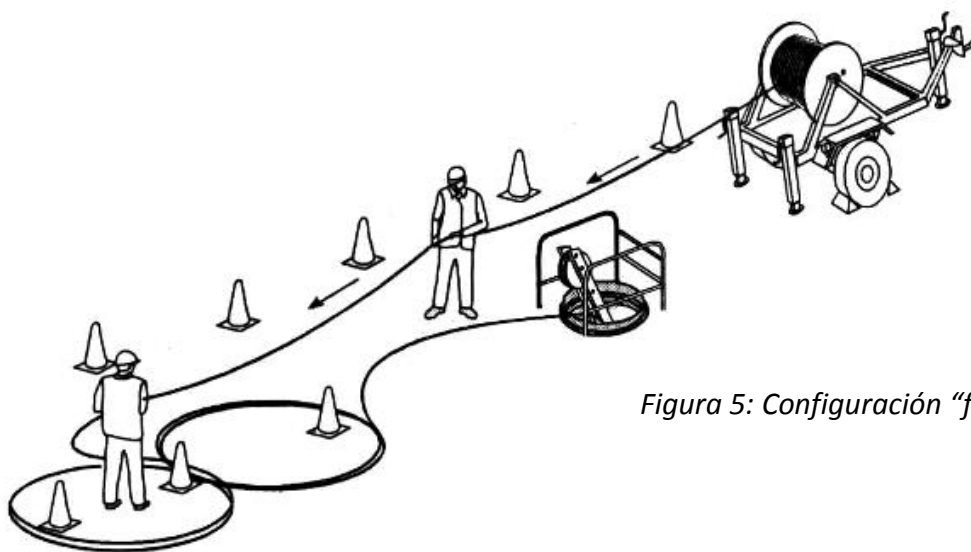
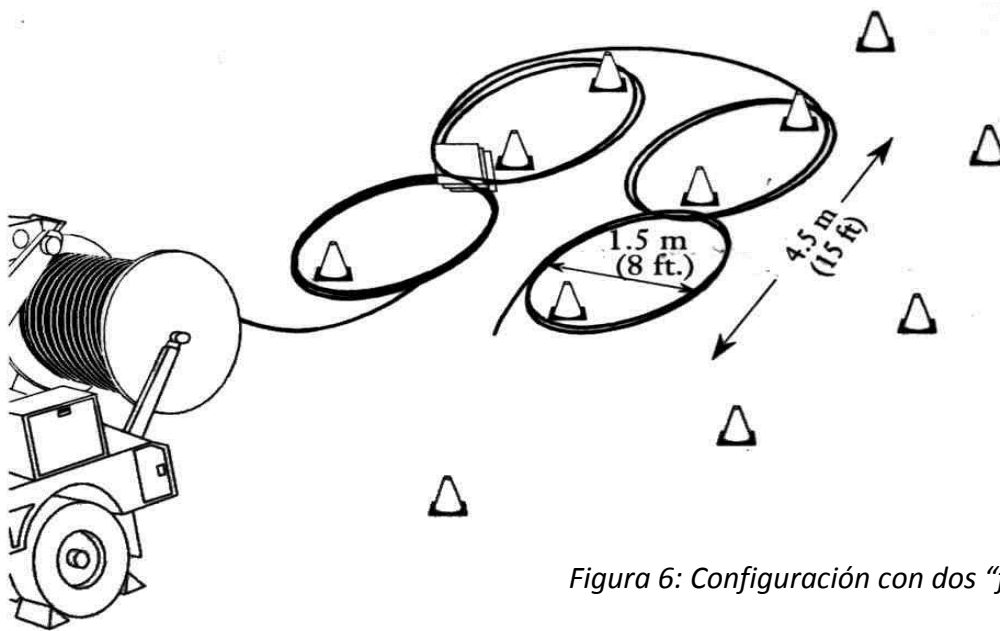
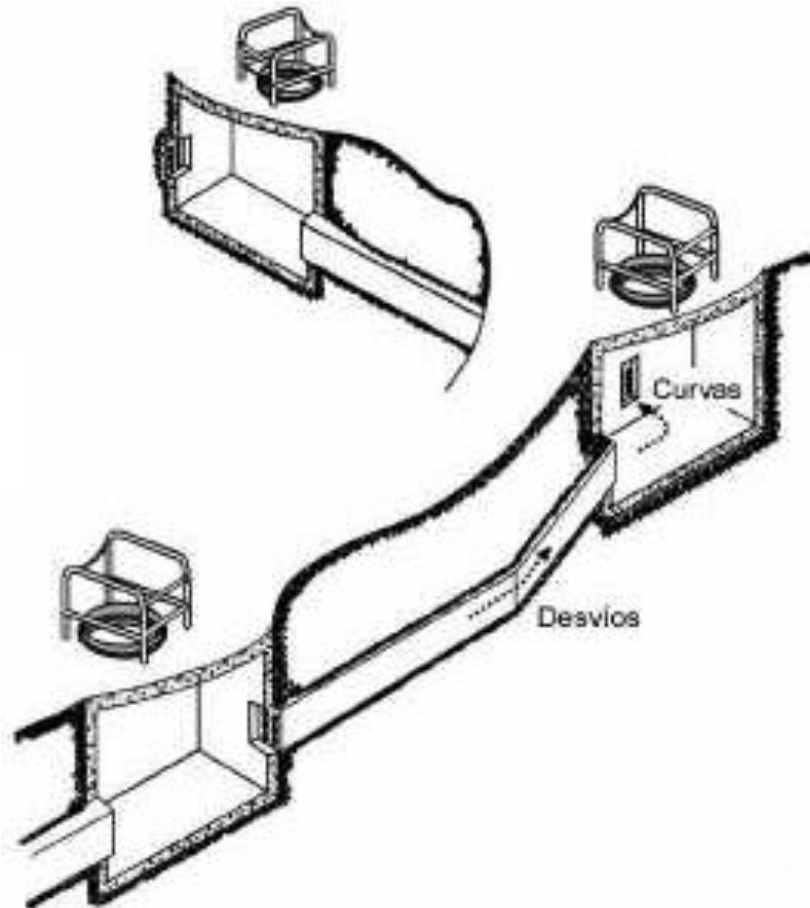
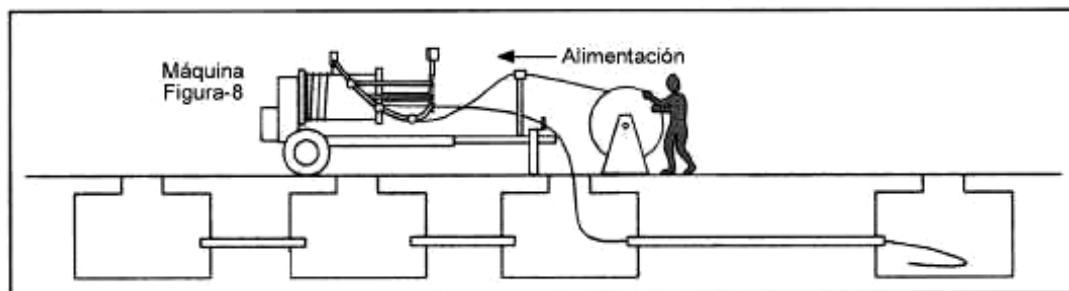

Figura 5: Configuración “figura-8”
Figura 6: Configuración con dos "figuras-8"
Figura 8: Curvas y desvíos
Figura 22: Utilizando una Máquina Figura-8
- Si se debe desenrollar el cable durante la instalación, utilice la configuración “Figura-8” para evitar que el cable se enrosque o tuerza al ser desenrollado (Figura 5).
- El cable de F.O. no se debe enrollar en una dirección continua a excepción de longitudes de 30 m (100 pies) o menos. El tamaño recomendado para hacer la “figura-8” es de 4,5 m (15 pies) en longitud, con cada “loop” de 1,5 m (5 pies) a 2,4 m (8 pies) de diámetro. Los conos de señalización espaciados entre 2 a 2,5 m son útiles como guías durante la realización de la “figura-8”.
- Cuando realice la figura-8 para longitudes grandes de cable, asegúrese de aliviar la presión en el cable en el cruce de los ochos. Esto se puede hacer colocando cuñas de cartón en el cruce o formando una segunda figura-8 (Figura 6).
Los factores a considerar al desarrollar el plan del tendido incluyen cambios en la elevación y la localización de curvas y desvíos leves u “offsets” (Figura 8).
En la cámara ubicada a mitad del recorrido, retire el cable de fibra óptica restante del carrete. El cable se debe presentar en una configuración de figura- ocho grande cerca de la apertura de la cámara. Mantenga el cable tan limpio de escombros como sea posible, no coloque la figura-8 sobre arena o suciedad porque que se pueden adherir al cable. La arena o la suciedad que se aferra en el cable causarán un incremento en la tensión al traccionar. Colocar sobre el piso una hoja del polietileno antes de comenzar a la figura-8 es un método que ayudará a mantener razonablemente limpio al cable.
Con todo el cable fuera del carrete y colocado sobre el piso en una figura-8, sujete la línea de tiro al extremo del cable. Comience a traccionar apenas ingrese manualmente el cable de la figura-8 y en la cámara. Una vez que el extremo del cable haya entrado en el ducto, el cable de la figura-8 se debe guiar cuidadosamente a mano. Las comunicaciones por radio se deben
mantener para asegurar que la tracción pueda ser detenida rápidamente si surge un problema con la alimentación del cable desde la figura-8.
Una alternativa a la configuración manual del cable en figura-8, es utilizar una máquina figura-8 mostrada en la Figura 22. En vez de sacar el cable del carrete y de ponerlo en el suelo, el cable se coloca enrollado en el barril de la máquina figura-8. Guiado por un brazo que gira y una serie de rodillos, el cable se puede quitar rápidamente del carrete mientras lo coloca alrededor del tambor de la máquina.
Una vez que el extremo del cable es liberado, se sujeta a la línea de tiro y la máquina figura-8 se ajusta en reversa. El cable ahora se quita del tambor la maquina figura-8 mientras que el cabrestante del extremo tira del cable a través del ducto.